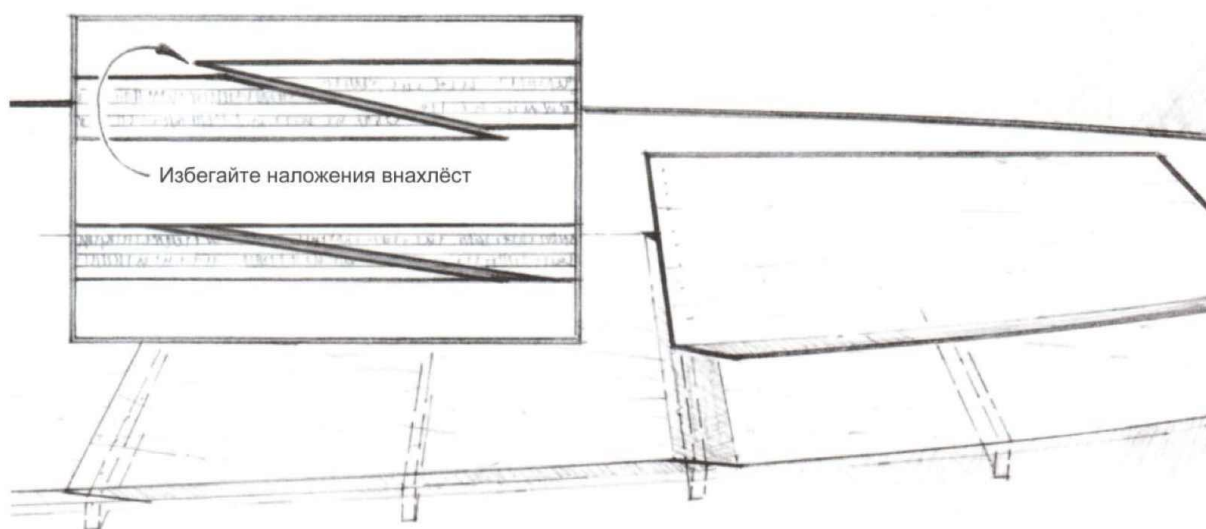

Рисунок 5-14 Для лучшей фиксации планируйте расположение панелей так, чтобы их края располагались над бимсами.
1. Подготовьте листы фанеры, сделайте скос кромок. Распланируйте расположение панелей и порядок сборки так, чтобы фаска каждого следующего листа ложилась на фаску предыдущего листа (Рисунок 5-14).
4. Установите следующий лист, не допуская нахлёста (*Рисунок 5-14*).